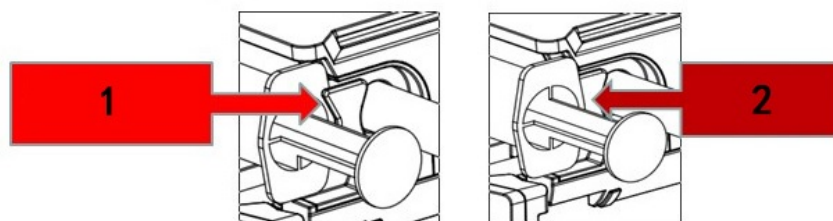

Рис. 15. Фиксация рукоятки цилиндра шприца
Убедитесь, что рукоятка цилиндра шприца прижимается к корпусу насоса фиксатором рукоятки цилиндра шприца, как показано на рис. 15(1). На рис. 15(2) показана неправильная установка рукоятки цилиндра шприца.